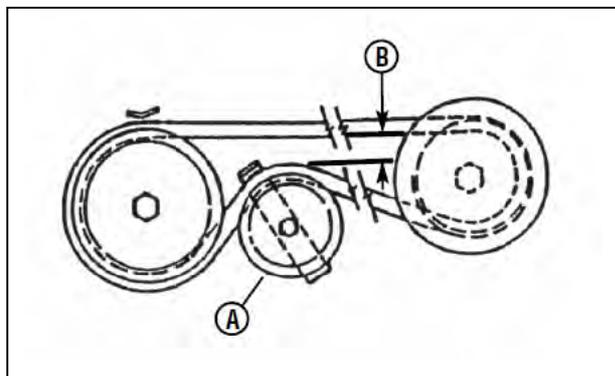

図 8-5 ベルト隙間の計測
3. 刈高さを「3」の位置とします。アイドラプリー(図 8-5 の A)とベルトの間隙(B)を測ります。この隙間は 26~32mm が適切です。